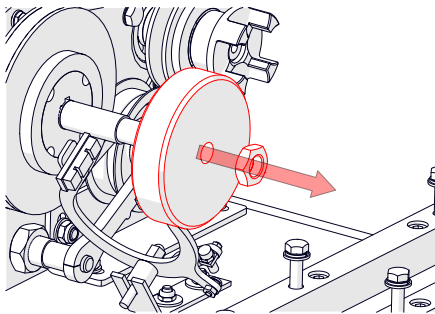

Fig. 17F – Remova o disco do travão.
7. Remova o disco do travão [chave inglesa de 24 mm] (Fig. 17F).